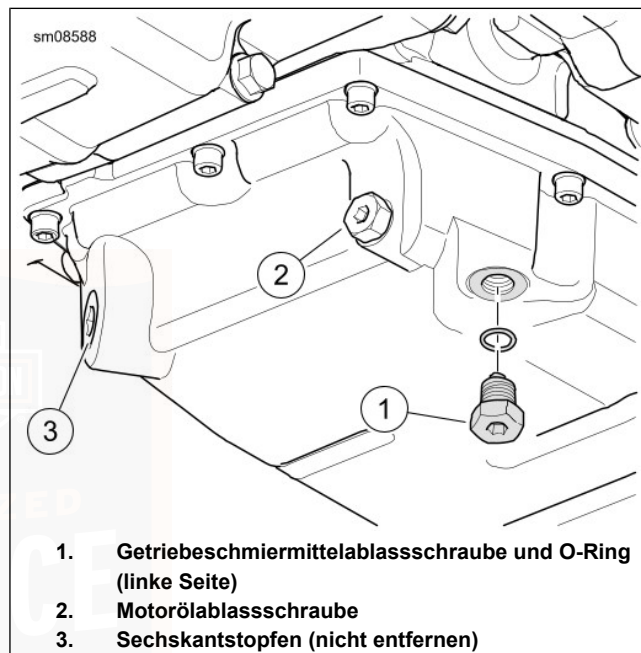

Abbildung 98. Getriebeschmiermittelablass
2. Siehe Abbildung 98. Die Getriebeschmiermittel-Ablassschraube entfernen. Getriebe entleeren.